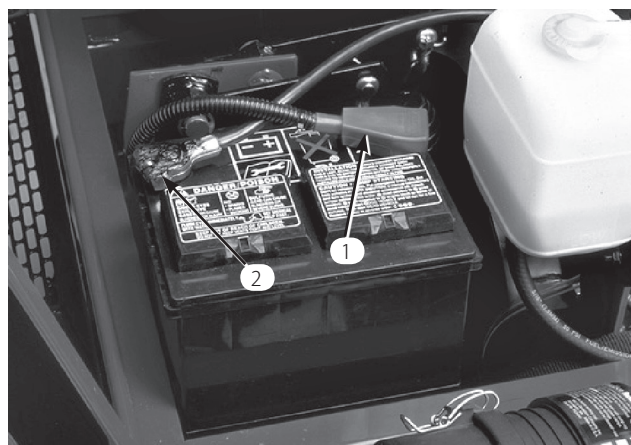

図 2
2. バッテリーが確実に固定されていることを確認し、比重計で充電状態を点検する。充電が必要な場合は、少なくとも一方のケーブル（できれば＋側）をはずして充電を行う（図2）。
3. 赤いプラス・ケーブルをバッテリーのプラス端子に取り付け、ナットでしっかりと固定する（図2）。
4. 外されている場合は、黒い（－）ケーブルをバッテリーの（－）端子にナットで確実に固定する（図2）。